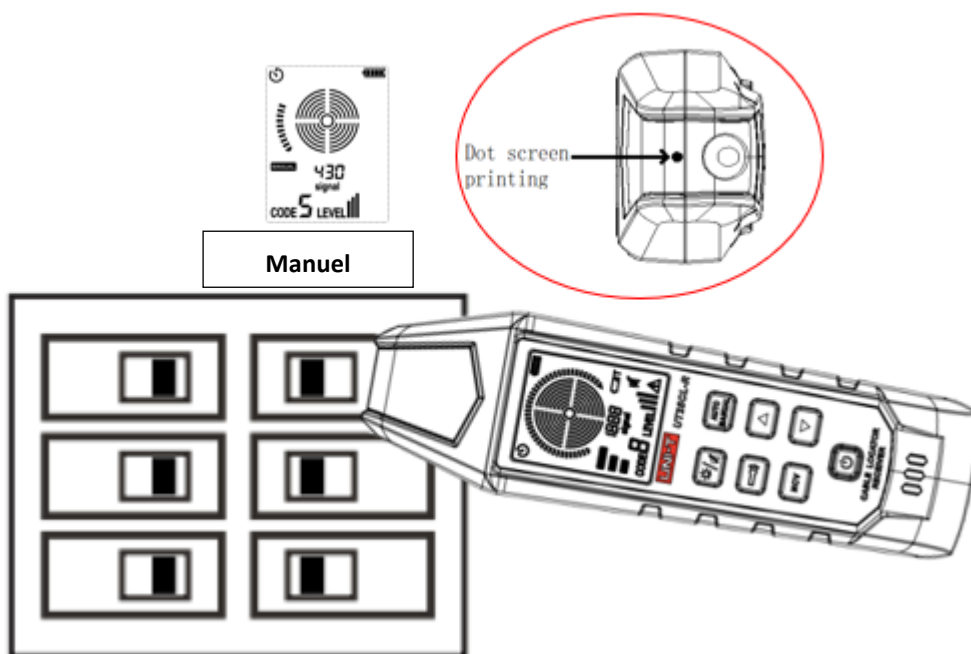

Figure 7.2.3b Alignez la sérigraphie de point sur le disjoncteur
2. Alignez la sérigraphie de point (sur le dessus du récepteur) sur le disjoncteur, comme indiqué à la figure 7.2.3b.